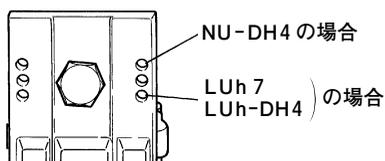
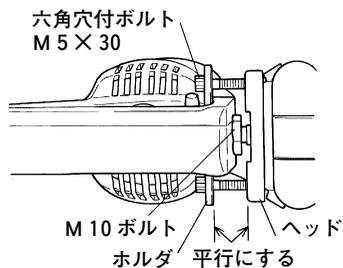

図 4
図 5
- (4) ホルダを取付け、六角穴付ボルトM5×30(2本)を仮締めします。なお、ホルダを取付ける位置は、使用する電気ドリルにより異なります。(図4)
- (5) 電気ドリルの直角度は、前後方向の場合はM10ボルトの出し入れで、左右方向の場合は電気ドリル本体を左右に振ることで調整します。電気ドリルに錐を取付けて、付属のスケールまたはお手持ちのスコヤなどで直角度を合わせてください。
- (6) 直角度を合わせた後、各部の六角穴付ボルトを付属の六角棒スパナでしっかり締付けます。なお、ホルダを固定する六角穴付ボルトM5×30はホルダとヘッドが平行となるよう左右交互に締付けてください。(図5)